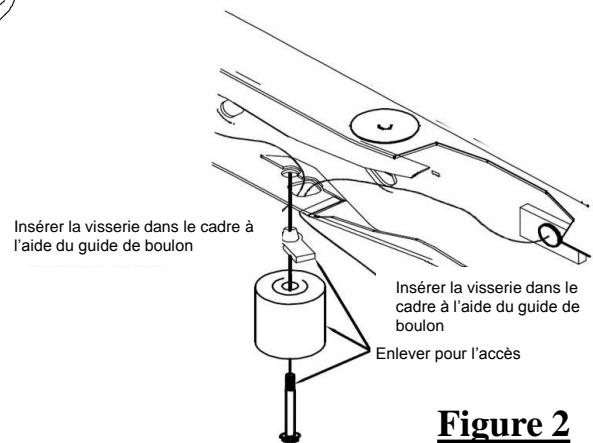

Figure 2
2. S'il n'y a pas de trou d'accès sur l'intérieur du cadre, voir la Figure 1. Enlever le boulon du pare-chocs d'essieu, le pare-chocs d'essieu et le boulon en U à filetage multiple depuis la face inférieure du cadre des côtés conducteur et passager du véhicule et conserver les pare-chocs d'essieu et la quincaillerie, voir la Figure 2.